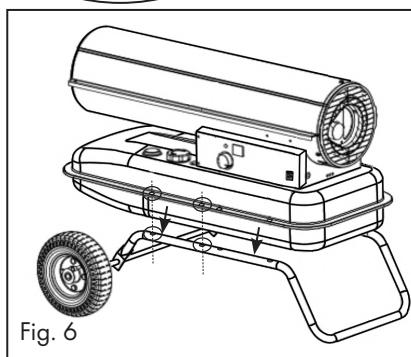

Fig. 6
- Coloque la unidad de soplado (5) en el bastidor tubular inferior montado (1), véase la fig. 6
- Inserte cuatro tornillos pequeños de cabeza redonda (B) a la izquierda y a la derecha desde arriba a través de los orificios laterales y el marco del tubo inferior (1).
- Fije los tornillos con arandelas, arandelas de seguridad y tuercas (B).